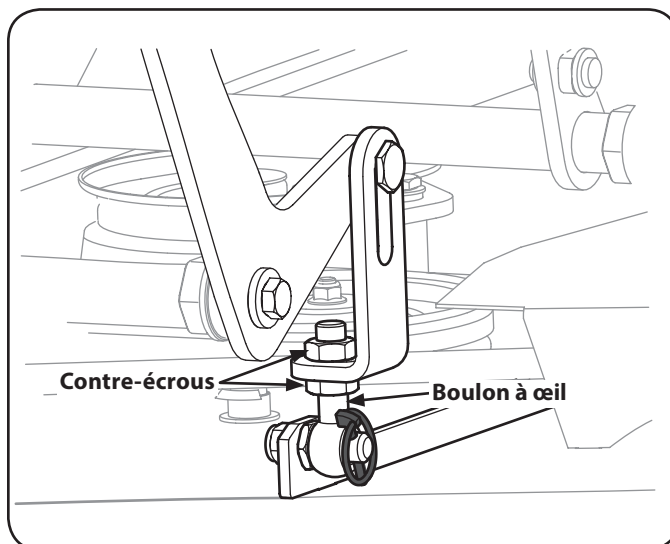

Figure 6-5
3. Ajustez le boulon à œil situé sur l'avant gauche du plateau de coupe de façon à ce que la hauteur entre le sol et l'extrémité extérieure de la lame droite corresponde à la hauteur entre le sol et l'extrémité extérieure de la lame gauche. Pour effectuer cet ajustement, desserrez les contre-écrous sur le boulon à œil. Serrez le contre-écrou supérieur pour relever le plateau de coupe ou desserrez le contre-écrou supérieur pour abaisser le plateau de coupe. La hauteur de l'extrémité avant de la lame droite est fixe; réglez l'extrémité avant de la lame gauche pour faire correspondre la hauteur des deux lames. Voir Figure 6-5.
3. Desserrez les contre-écrous situés à l'arrière droite et gauche des boulons à œil. Voir Figure 6-5.